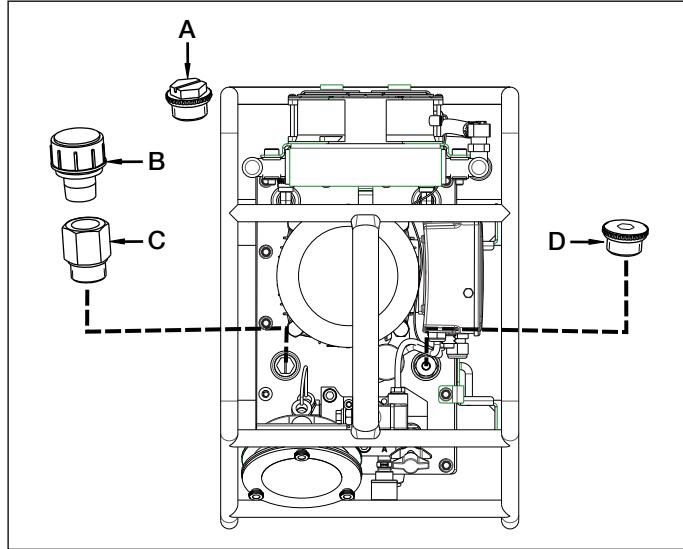
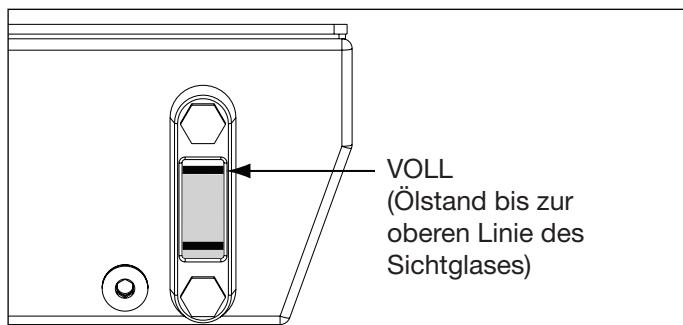

Abb. 1, Behälterentlüfter und Ölfüllstopfen
Abb. 2, Ölsichtglas
Siehe Abb. 1. Eine Transportsicherung (A) ist am Entlüfteranschluss oben auf dem Behälter angebracht. Ersetzen Sie vor der Verwendung der Pumpe die Transportsicherung (A) durch den Behälterentlüfter (B) und die Adapterverschraubung (C).
Prüfen Sie den Ölstand der Pumpe vor dem Starten. Der Behälter ist voll, wenn der Ölstand bis zur oberen Linie des Sichtglasses geht, wie in Abb. 2 dargestellt. Fügen Sie, falls nötig, Öl hinzu, indem Sie den Ölfüllstopfen (D) aus dem Füllrohr entfernen, wie in Abb. 1 dargestellt. Verwenden Sie Enerpac HF-Öl (ISO Gütekasse 32).